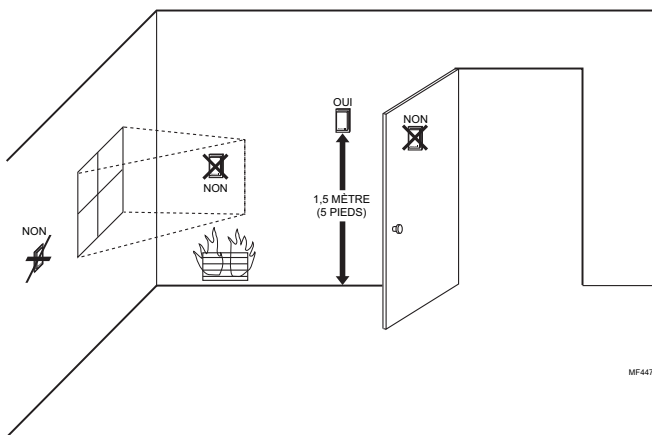

Fig. 25. Emplacement type d'un capteur de température intérieure C7189U1005.
1. Choisir un emplacement (Voir la Fig. 25) sur un mur intérieur, à environ 1,5 mètre (5 pieds) du sol.
3. S'assurer que l'air circule bien à l'emplacement choisi, à une température moyenne. Éviter les emplacements suivants, qui pourraient causer des erreurs de détection de la température. Voir la Fig. 25.